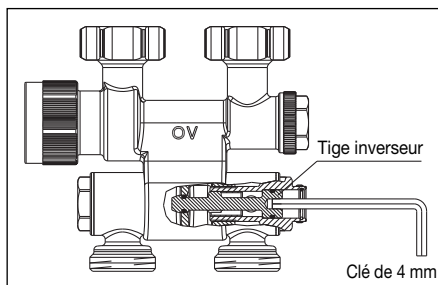

Fig. 5 Transformation en service monotube
2. Enlever le bouchon latéral (clé de 17 mm) au manchon orientable à l'opposé du thermostat (voir fig. 5).
3. Partant de la position de fermeture, régler la tige inverseur selon le diagramme pour service monotube en la tournant vers la gauche (voir fig. 5) (tige d'arrêt en position ouverte).